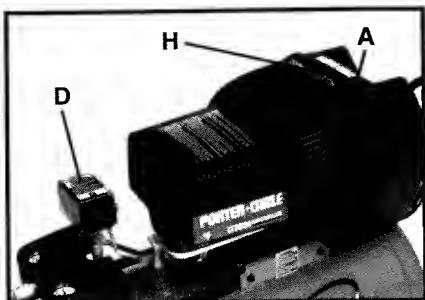

Fig. 1
Bomba del compresor de aire (A), Fig. 1: Para comprimir aire, el pistón se mueve hacia arriba y hacia abajo en los cilindros. En cada carrera hacia abajo se absorbe aire a través de las válvulas de admisión. Las válvulas de salida permanecen cerradas. En la carrera del pistón hacia arriba, se comprime aire. Las válvulas de admisión se cierran y se hace salir aire comprimido por las válvulas de salida.
Comutador activado por presión prefijada (D), Fig. 1: El conmutador activado por presión prefijada arranca el motor automáticamente cuando la presión del tanque desciende por debajo de la presión de "conexión" establecida en fábrica y detiene el motor cuando la presión del tanque de aire alcanza la presión de "desconexión" establecida en fábrica.
Filtro de entrada de aire (H), Fig. 1: Este filtro está diseñado para limpiar el aire que entra en la bomba. Este filtro siempre debe estar limpio y no tener obstrucciones. Gire los dos tornillos de retención de la tapa en sentido contrario al de las agujas del reloj para quitar y dejar al descubierto el elemento del filtro.